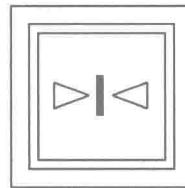

图 1-10 门关闭按钮符号
(2) 门关闭按钮。门关闭按钮可用于在给定轿厢呼叫后立即关闭门，从而减少了等候时间。而光电装置/光栅仍然处于活动状态。门关闭按钮符号如图 1-10 所示。